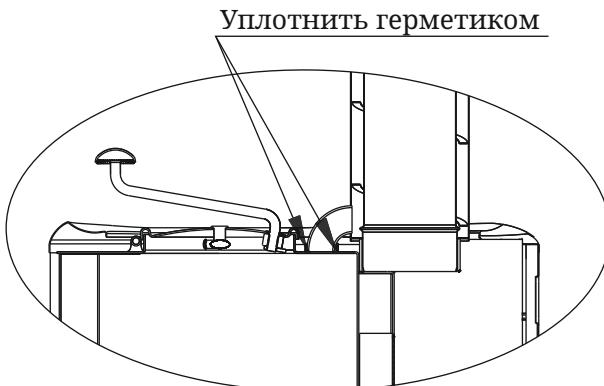

Рисунок 8. Присоединение пароперегревателя
*Внимание! Место присоединения паропровода пароперегревателя к печи необходимо уплотнить термостойким силиконовым герметиком (не менее 260°C) (рисунок 8).*